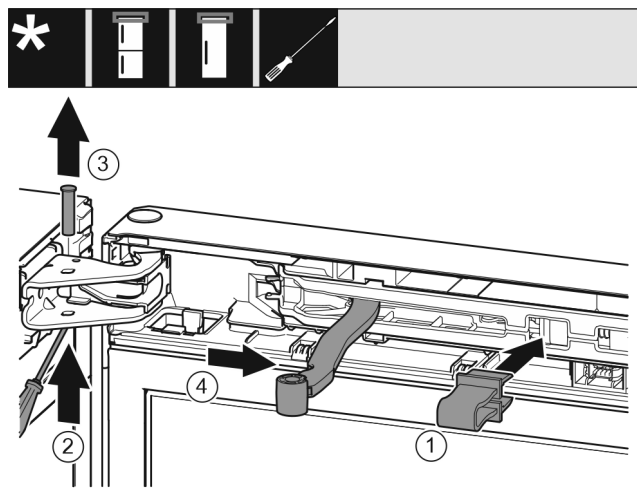

Fig. 11
- ▶ Uglavite osigurač Fig. 11 (1) u otvor.
- ▶ Izgurajte svornjak Fig. 11 (2).
- ▶ Izvadite svornjak Fig. 11 (3) prema gore.
- ▶ Okrenite zglob Fig. 11 (4) u smjeru vrata.